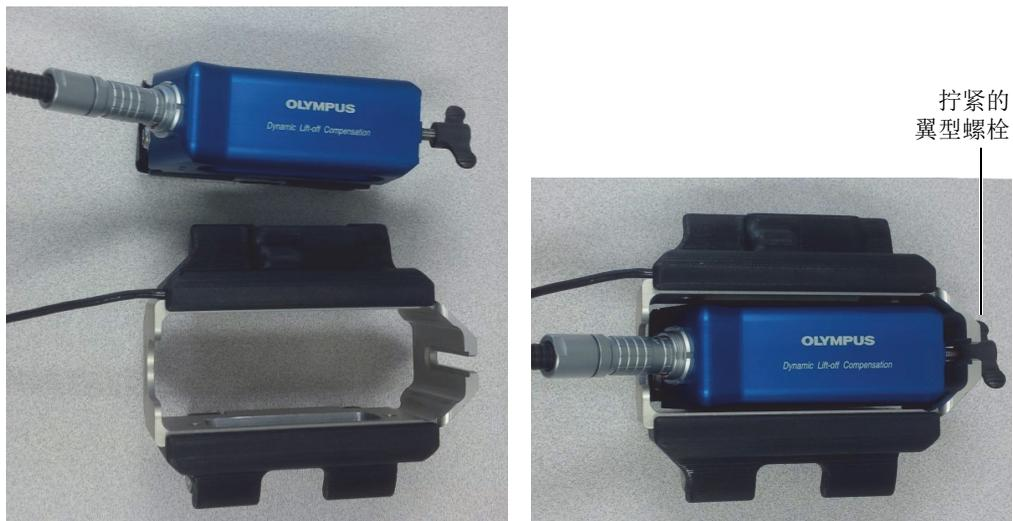

图 2-8 在 MagnaFORM 上安装探头
3. 将探头组装件安装到 MagnaFORM，并用手拧紧翼型螺栓（不要拧得过紧）（参见第 32 页的图 2-8）。